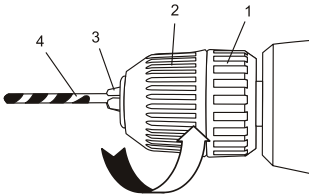

Fig. 3
1. Pour ouvrir le mandrin autoserrant, saisissez d'une main le collier du mandrin (1) (Fig. 3). Tournez le corps du mandrin (2) dans le sens contraire des aiguilles d'une montre jusqu'à ce que les mâchoires (3) du mandrin soient suffisamment ouvertes pour y introduire le foret (4).